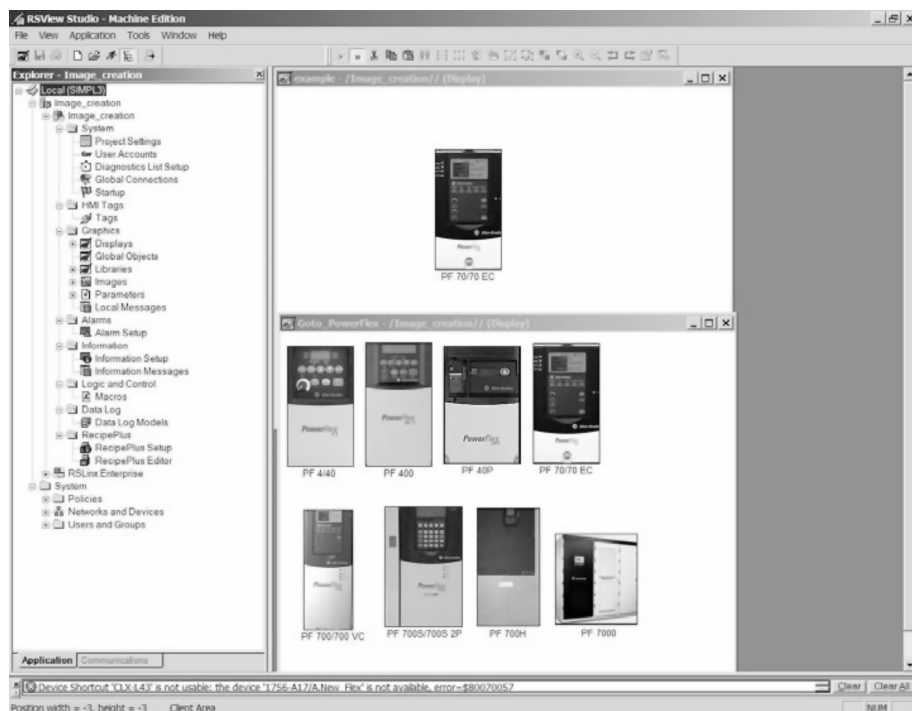

图 24-36 复制所需图形对象
6. 打开“Goto_PowerFlex”显示界面，并将所需图形对象复制（或者拖放）到系统显示界面上，如图 24-36 所示。